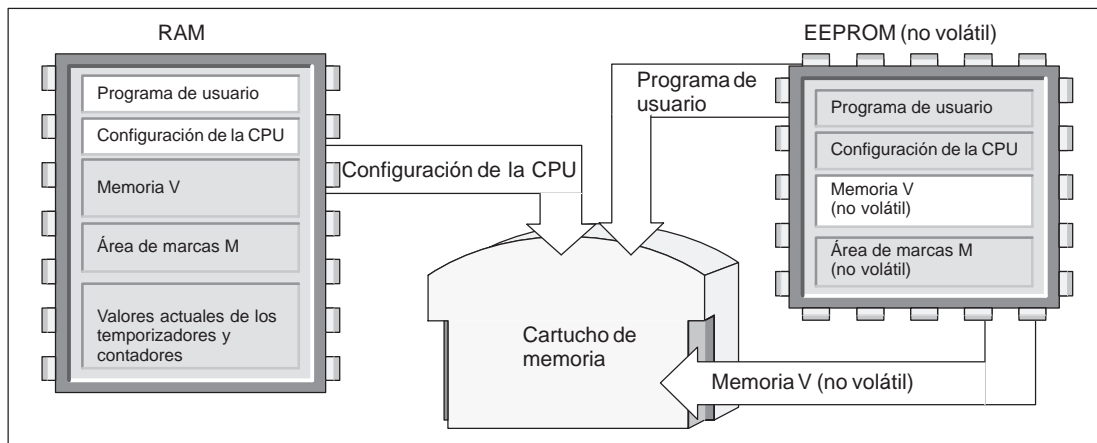

Figura 5-20 Copiar la memoria de la CPU en el cartucho de memoria
2. Elija el comando de menú **CPU > Cartucho de memoria** para copiar el programa en el cartucho de memoria. La figura 5-20 muestra los componentes de la memoria de la CPU que se almacenan en dicho cartucho.